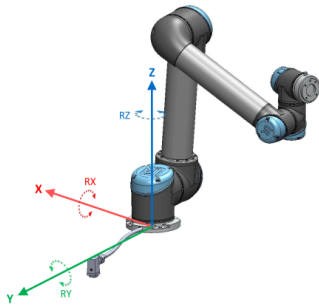

Figura 13.1: Recurso de base
- O Recurso Base está localizado com origem no centro da base do robô (consultar a figura 13.1)